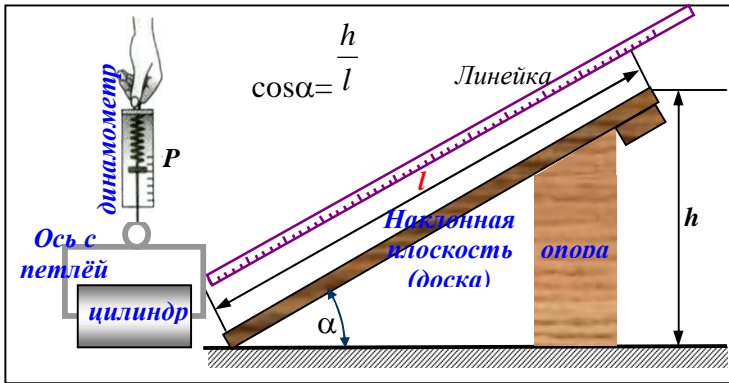

Рис. 57.4. Оборудование: круглый цилиндр на оси с петлей; доска и опора под неё; динамометр; сантиметровая линейка по длине доски.
Нам понадобится **оборудование**: круглый металлический цилиндр на оси с петлёй; доска (или полоска фанеры) по ширине цилиндра и опора под неё; динамометр; сантиметровая линейка (по длине доски), рис. 57.4.
1. Поднимем цилиндр с помощью динамометра на высоту h (м), рис.57.4.